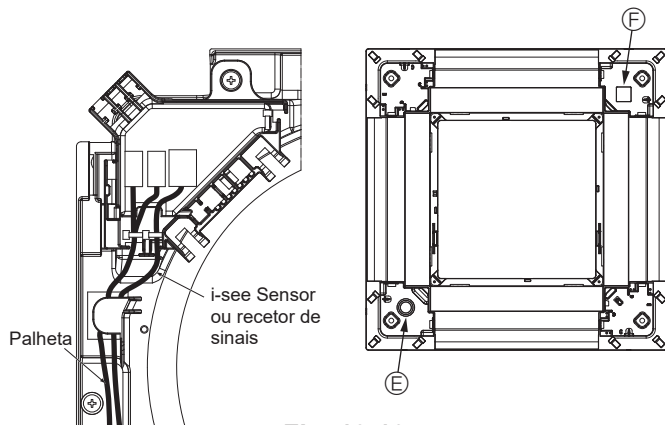

Fig. 10-13
- Passe os fios do i-see Sensor e do recetor de sinais tal como exibido na Fig. 10-13.